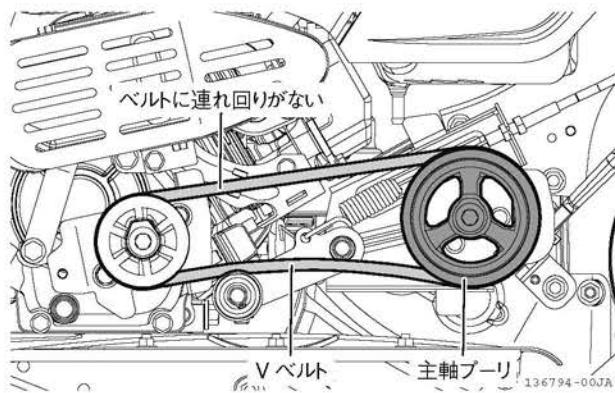

図4-24 点検のしかた
3. 主クラッチレバー「切」位置にして、主軸ブーリを手で少し回しVベルトと主軸ブーリの連れ回りがないことを確認します。(図4-24)